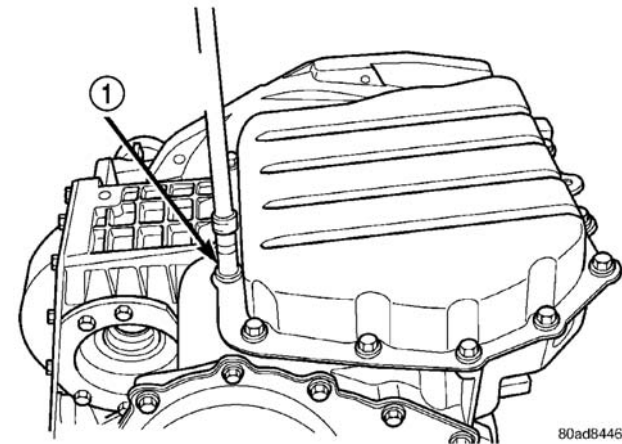

图 347 油盘螺栓
- (1) 断开蓄电池负极电缆。
- (2) 从手动阀杆断开换档拉线。
- (3) 从手动轴拆下手动阀杆
- (4) 用举升器升起车辆。
- (5) 拆下油盘螺栓（图 347）。